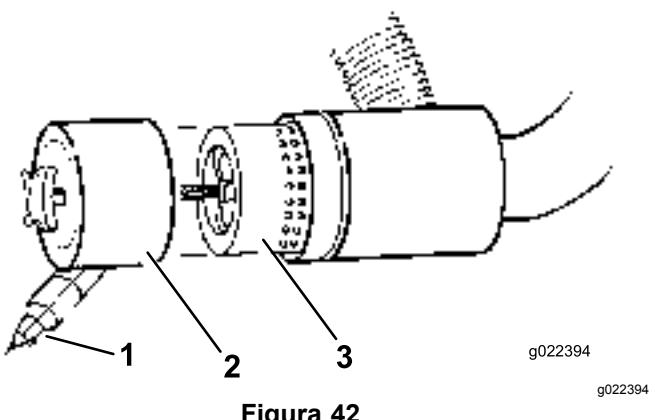

Figura 42
3. Togliete il filtro e sostituitelo (Figura 42).